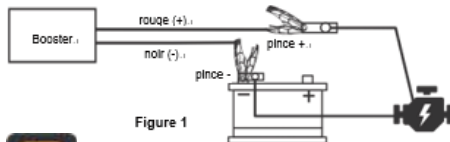

Figure 1
2. Connectez le booster comme l'indique la figure 1.